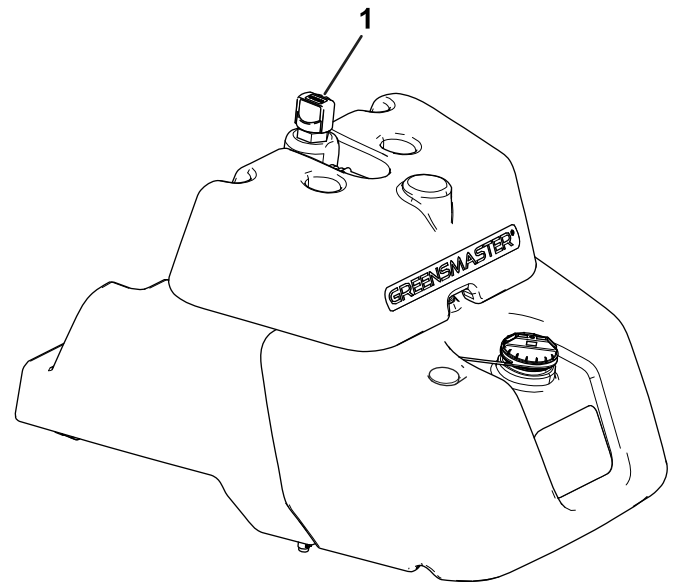

Figura 43
- Si el depósito no tiene mirilla, localice la varilla en la parte superior del depósito hidráulico principal (Figura 43) y vaya al paso 3.